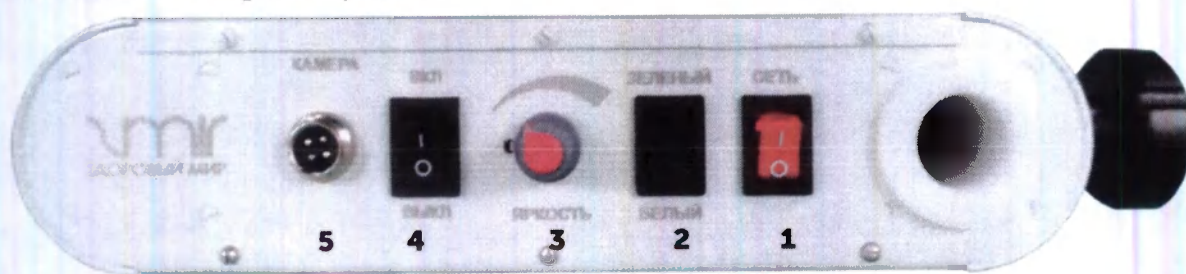
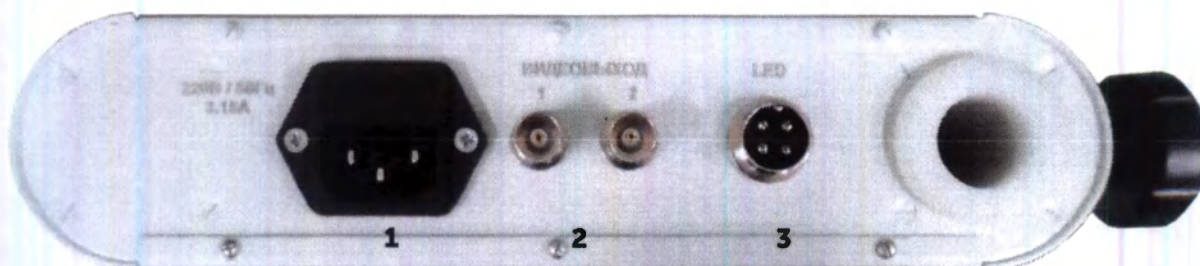

Рис.5
Рис.6
Для подключения объектива вставьте кабель в разъем 3 (рис. 5) и заверните кольцо до упора.
Подключите кабель питания в сетевой разъем 1 (рис.6) и вставьте розетку в сеть.
4. При использовании видеокамеры типа «наглазник» воспользуйтесь разъемами 5 и 6 (рис.5) и видеовыходами 1 и 2 (рис.6).
5. По окончании работы выключите кольпоскоп с помощью выключателя 1 (рис.5) и отсоедините от сети. Для долгой службы оптики используйте защитный чехол.